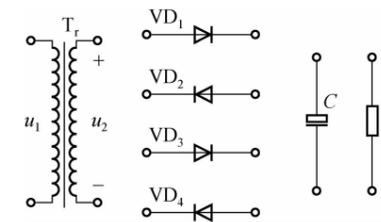

图 1-14
(1)如图 1-14 所示,连接所给器件,搭建具有降压、桥式整流和滤波功能的电源电路,所带负载为 R_L 。要求在 u_2 的正半周时 VD_1 和 VD_4 导通, u_2 的负半周时 VD_3 和 VD_2 导通。(6 分)